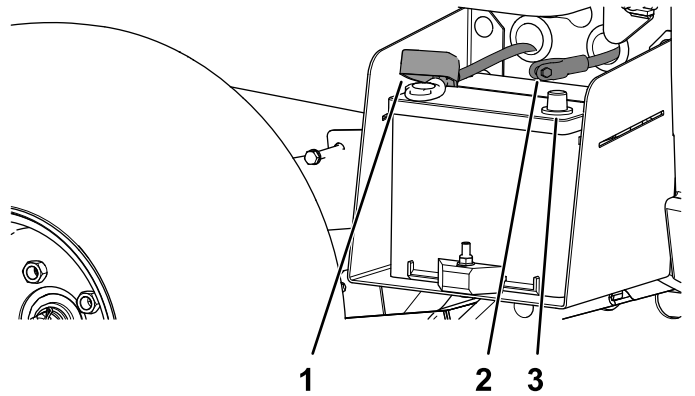

Figure 5
3. Branchez le câble positif (rouge) de la batterie à la borne positive (+) de la batterie et fixez-le en place avec les boulons et écrous (Figure 5).